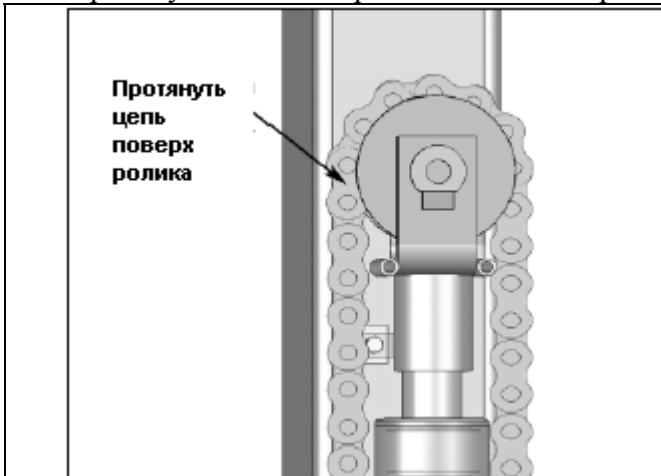

Рис.8.1
1. Протянуть цепь поверх Ролика цилиндра и присоединить к нижнему Коннектору цепи (Рис.8.1 и 8.2)